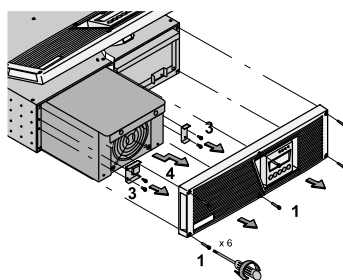

Рисунок 39. Извлечение силового модуля
1. Снимите переднюю крышку ИБП (шесть винтов). См. Рисунок 39.